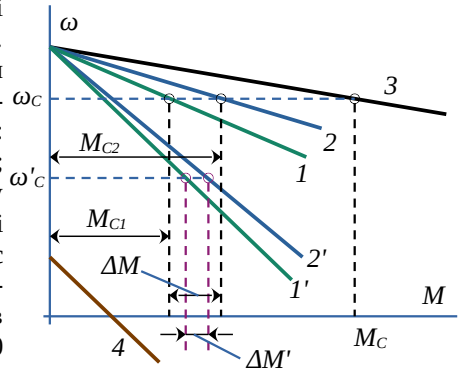

Рисунок 5.4: Розподіл навантажень в дво-двигунному приводі
Приклад механічних характеристик для подібної ситуації наведено на рис. 5.4 (цифри позначено механічні характеристики: 1 – першого приводу; 2 – другого приводу; 3 – сумарна). Як видно, моменти на валу двигунів (M_{C1} і M_{C2}) різняться. Одним зі способів вирівнювання навантажень є пом'якшення механічних характеристик (лінії 1' та 2'). Завдяки цьому різниця моментів зменшується від ΔM до $\Delta M'$. У ПЧ ATV320 пом'якшення механічних характеристик забезпечується за допомогою негативного зворотного зв'язку за заданим моментом
- **[Correction min spd] [LbC1]**: нижня межа вихідної частоти ПЧ, нижче якої корекція навантаження не застосовується (корекція на дуже низькій швидкості може призвести до обертання вала, див. механічну характеристику 4 на рис. 5.4);